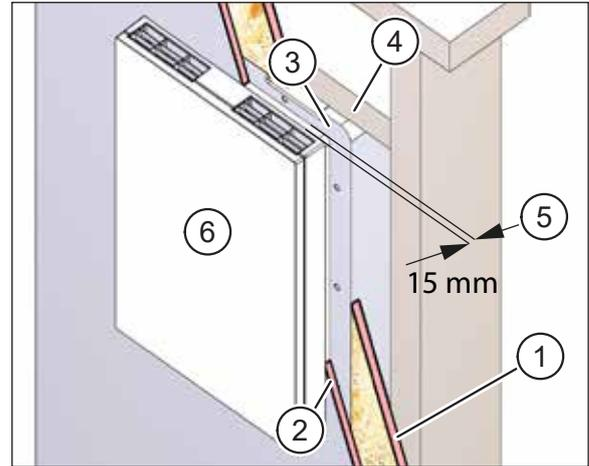

Abb. 21: Putzrahmentiefe 15 mm
- Die Innenwandverkleidung besteht aus einer 15 mm starken OSB-Platte (Pos. 1 in Abb. 21) und einer 12,5 mm starken Gipskartonplatte (Pos. 2 in Abb. 21).
- Die Frontfläche des Mauerkastens (Pos. 3 in Abb. 21) steht 15 mm über die beiden Riegel (Pos. 4 in Abb. 21) über. In diesem Fall schließt die OSB-Platte bündig mit der Frontfläche des Mauerkastens ab.
- Der Luftspalt (Pos. 5 in Abb. 21) von 15 mm zwischen der Frontfläche des Mauerkastens und dem Gehäuse des Lüftungsgeräts (Pos. 6 in Abb. 21) wird durch die 12,5 mm starke Gipskartonplatte aufgefüllt. Die verbleibende Schattenfuge von 2,5 mm kann verfugt werden.